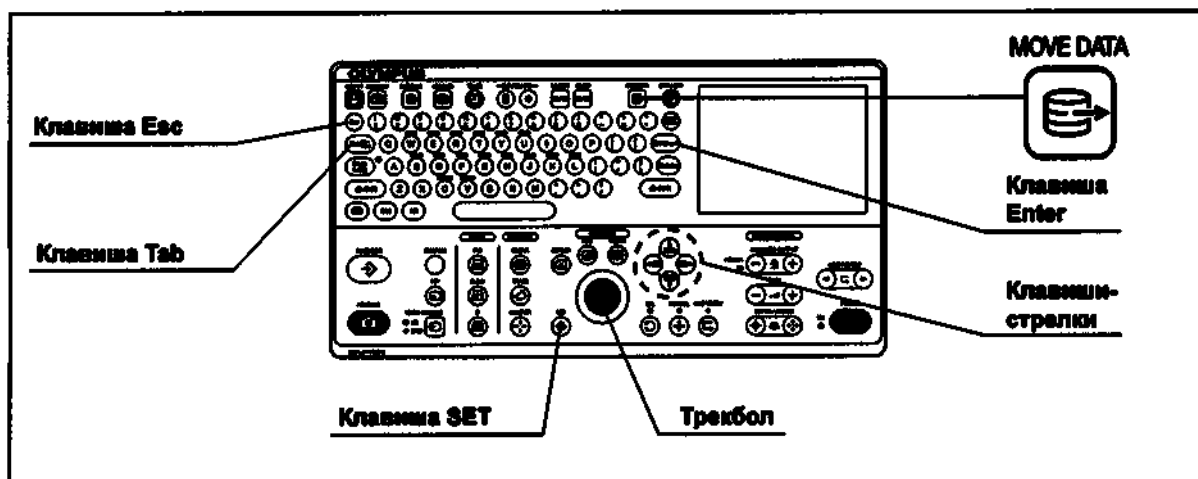
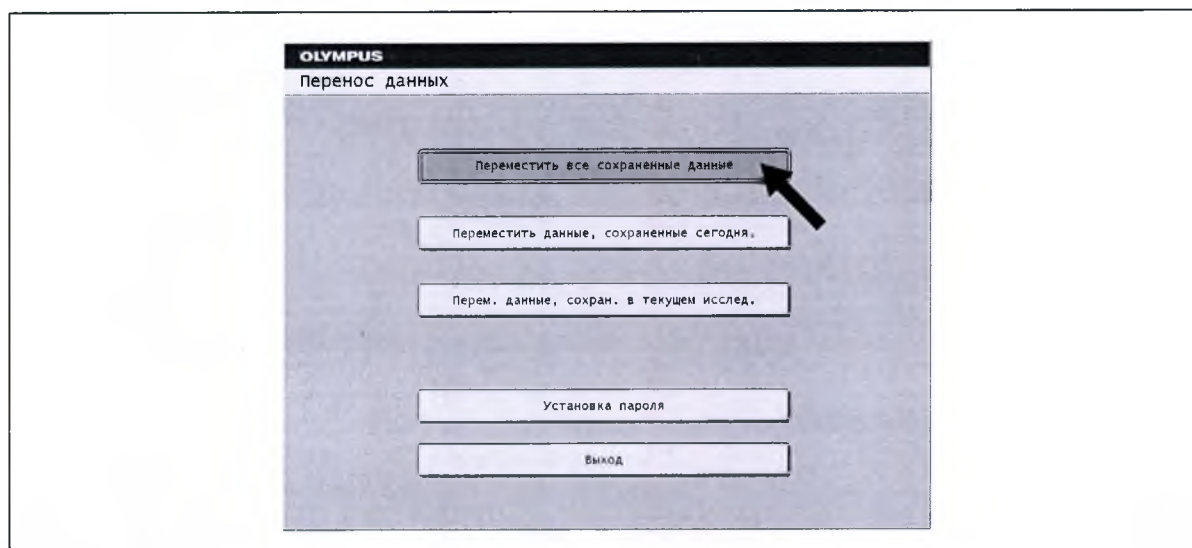

Рисунок 7.270
Рисунок 7.271
- 1 Нажмите клавишу MOVE DATA клавиатуры (см. рис. 7.270). На экране монитора появится меню [Move Data] (Перенос данных) (см. рис. 7.271).